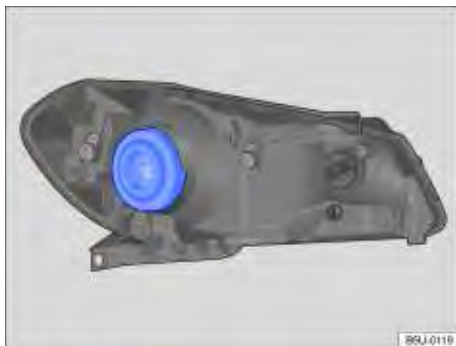

Fig. 178 No compartimento do motor: localização da lâmpada incandescente do farol baixo / alto.
4. Remover a cobertura de borracha na parte traseira do farol ⇒ Fig. 178.